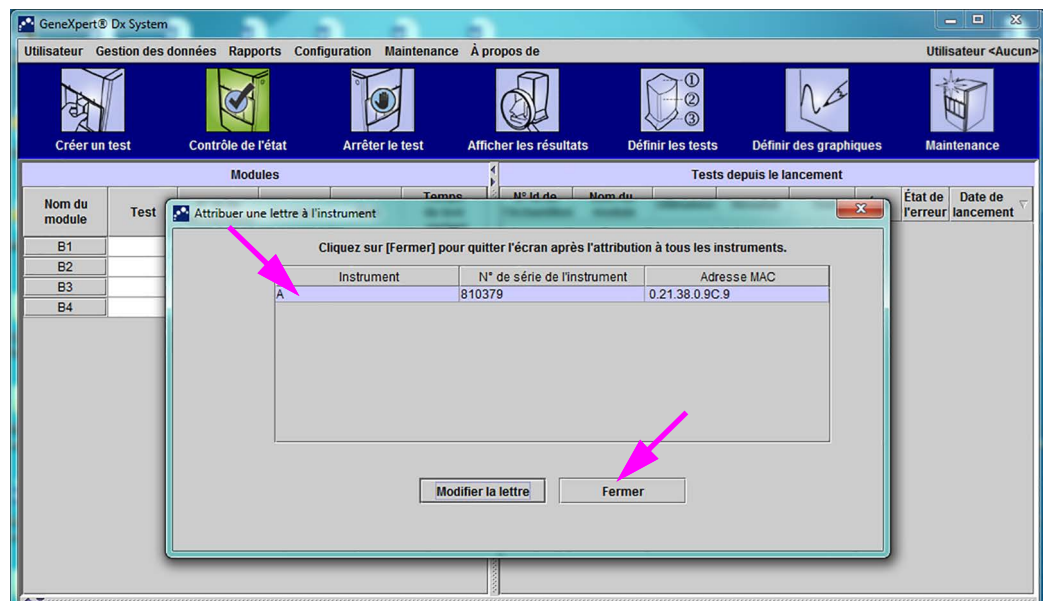

Figure 2-59. Fenêtre du système GeneXpert Dx avec la boîte de dialogue Attribuer une lettre à l'instrument affichée
7. Cliquez sur **Fermer** pour fermer la boîte de dialogue Attribuer une lettre à l'instrument (voir la Figure 2-59). La boîte de dialogue Attribuer une lettre à l'instrument indique la nouvelle lettre attribuée pour les modules.